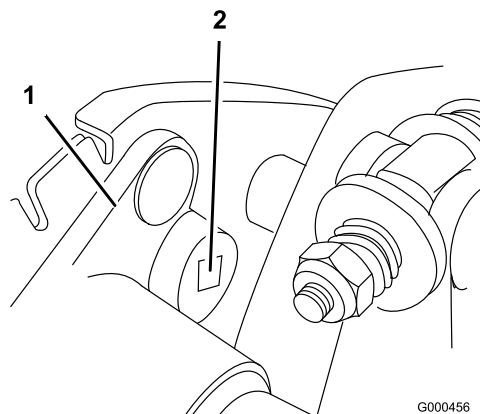

Figura 36
- B. Con una chiave torsiometrica da 9,5 mm (3/8") girate la sede del cuscinetto ad una coppia di 4-4,5 Nm per impostare la tensione della cinghia (Figura 36)